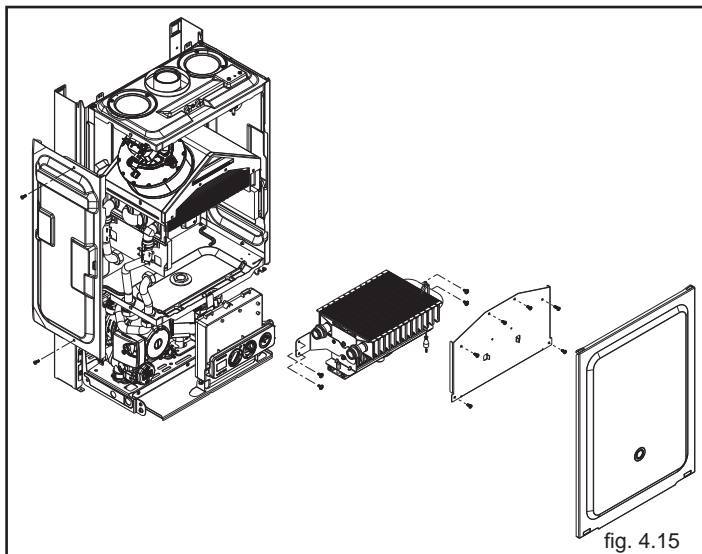

fig. 4.15
- rimuovere in successione: mantello, coperchio cassa aria, fianco sinistro cassa aria e coperchio camera di combustione (fig. 4.15)